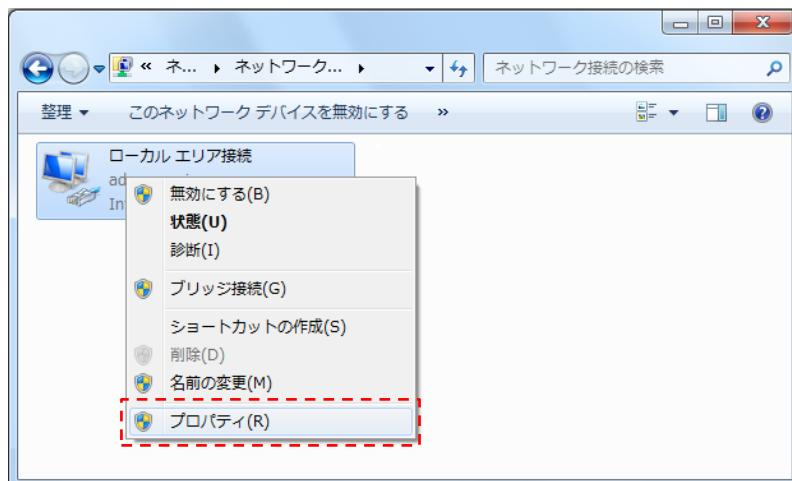

図3-5 アダプターの設定の変更画面
手順②：アダプターの設定の変更画面より、「ローカルエリア接続」を右クリックし、「プロパティ」をクリックしてください。(図3-5)